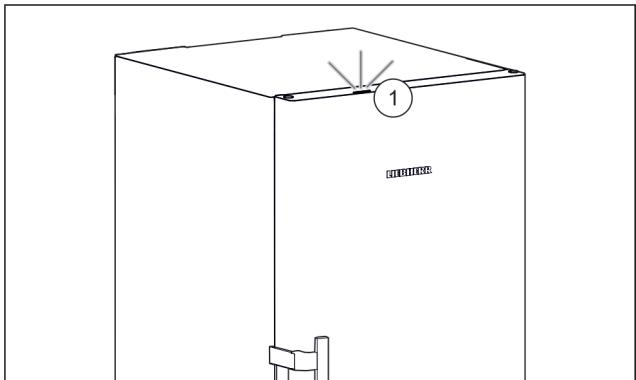

Fig. 51 Активне підсвічування стану, коли дверцята зачинено
► Підсвічування стану Fig. 51 (1) активовано.